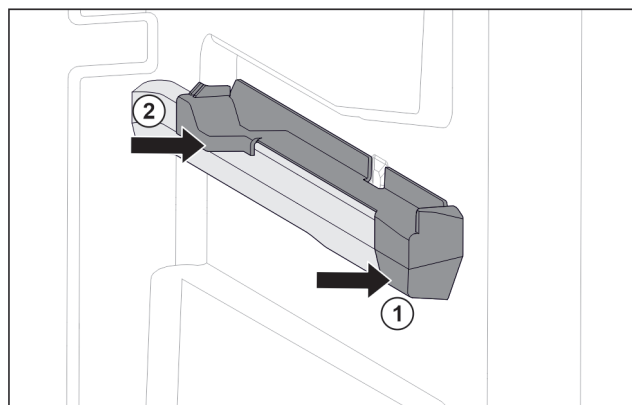

Fig. 32 Element nasadzany na prawym żebrze pojemnika
- ▶ Umieścić element nasadzany z przodu na żebrze pojemnika. Fig. 32 (1)
- ▶ Docisnąć element nasadzany z tyłu. Fig. 32 (2)